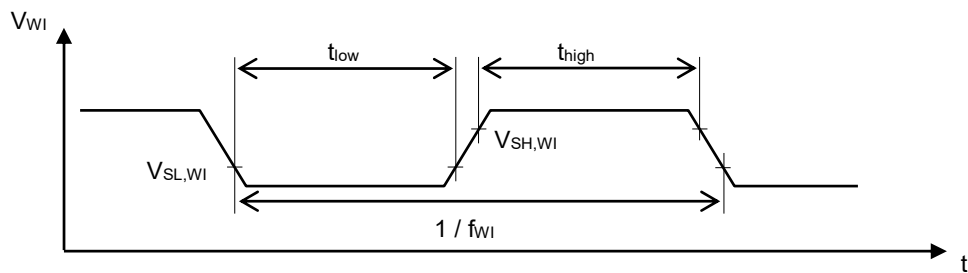

图6
*2. 将满足图6的条件的上升边缘输入到WI端子时, 看门狗定时器检测出触发。
从看门狗定时器的监视对象输入的信号应满足图6的条件。